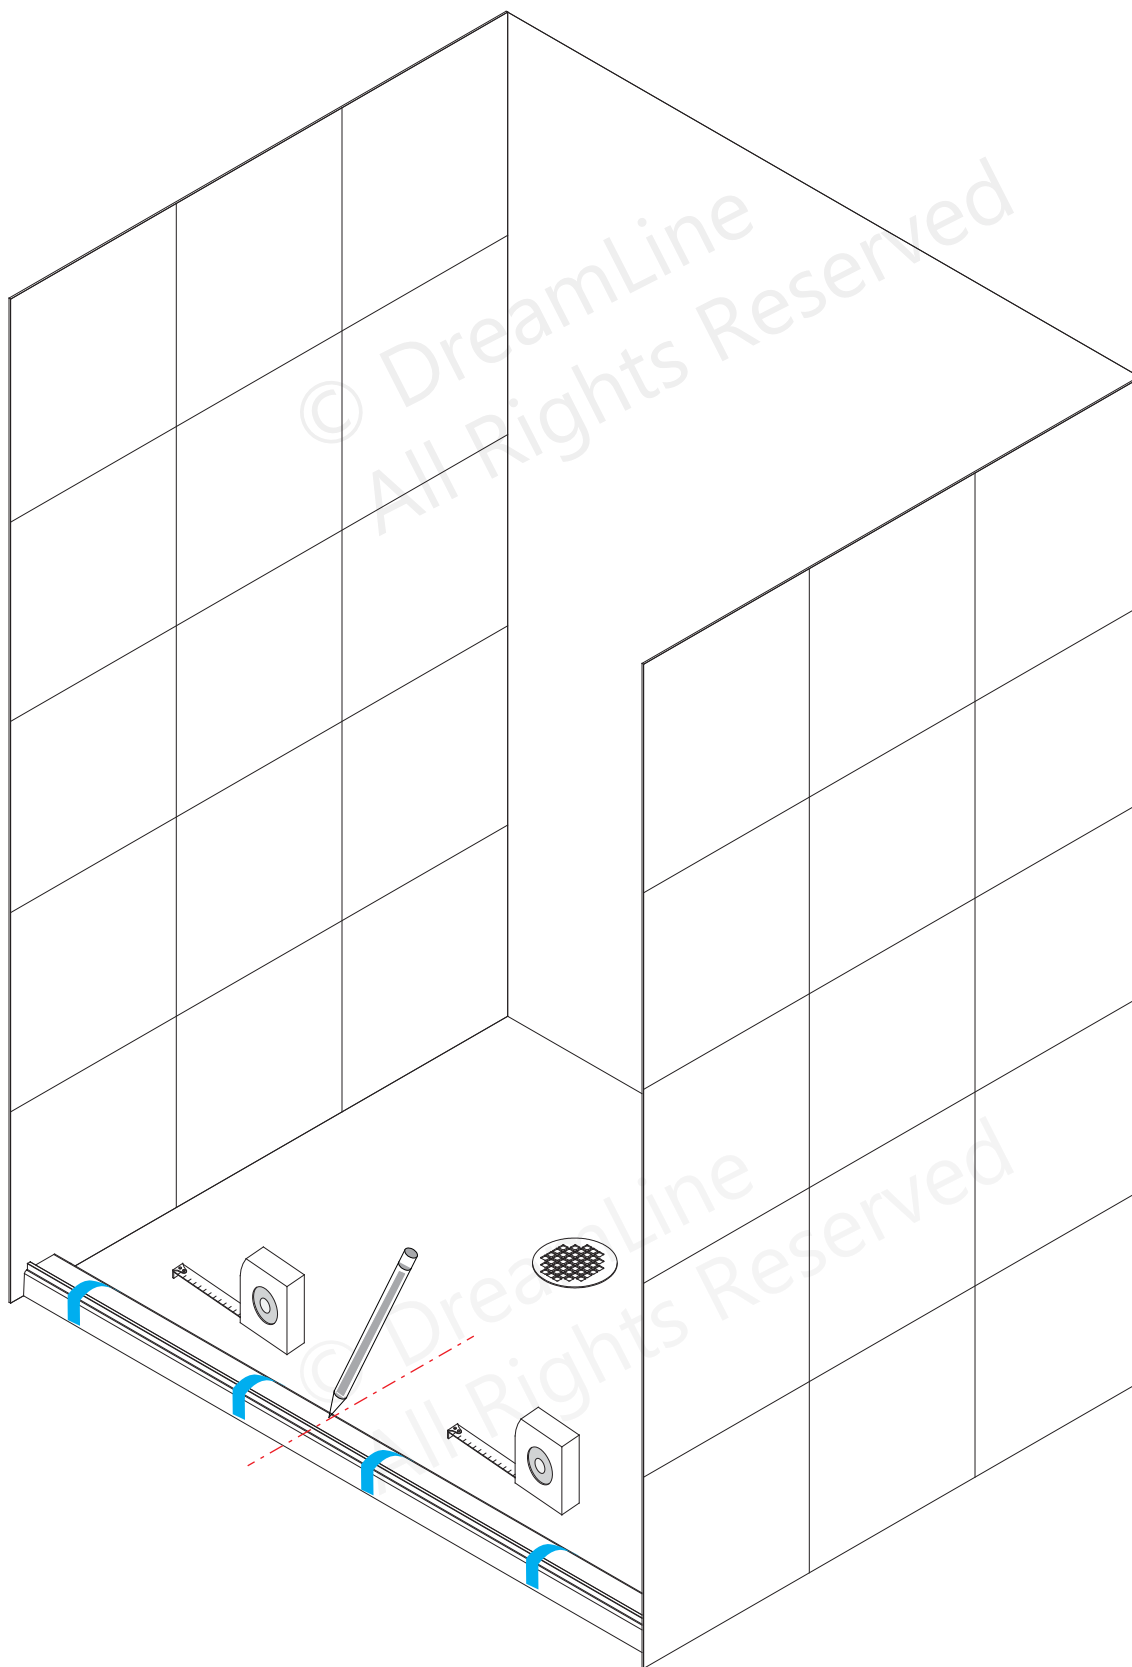

Fig 7
7. Mesurez sur toute la largeur du seuil pour localiser et marquer le centre. (Fig 7)